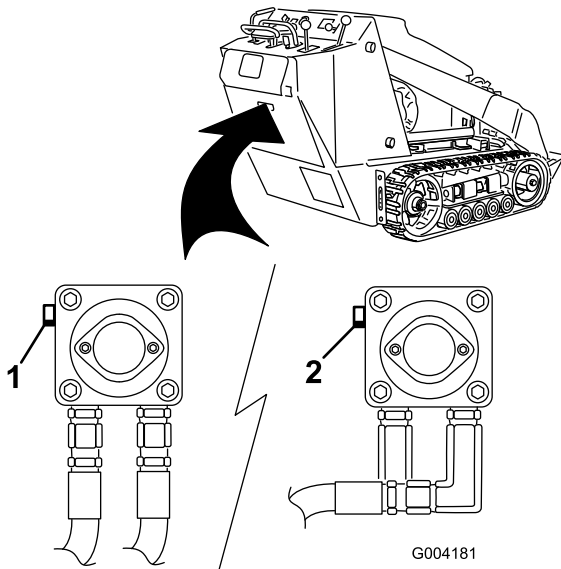

Figure 23
3. À l'aide d'une clé, donnez deux tours dans le sens anti-horaire aux vannes de remorquage situées sur les pompes hydrauliques (Figure 23).